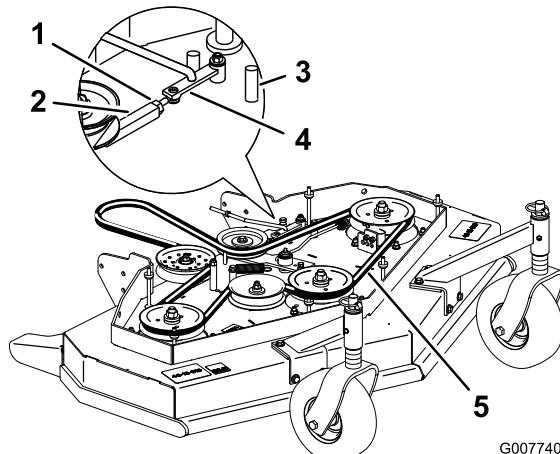

Figura 44
tosaerba per diminuire la tensione della cinghia (Figura 44).
3. Allentate il dado di bloccaggio sul tornichetto (Figura 44).